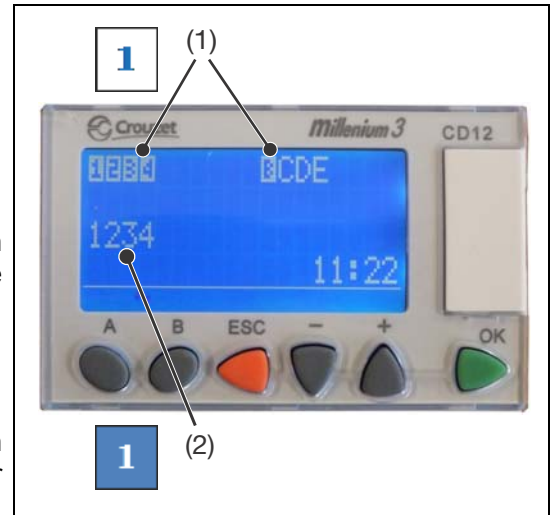

Fig. 11-21 : Statusmeldung der Ein- und Ausgänge
- B.** Zur Verwendung dieser Funktion die Taste - gedrückt halten. Es erscheint der nebenstehende Bildschirm. ("Fig. 11-21 :")
- ↳ Wenn die Pixel um einen Eingang bzw. einen Ausgang aufleuchten, dann ist der entsprechende Ein- oder Ausgang aktiv (1).
- ↳ Wenn die Pixel um einen Eingang bzw. einen Ausgang nicht aufleuchten, dann ist der entsprechende Ein- oder Ausgang nicht aktiv (2).